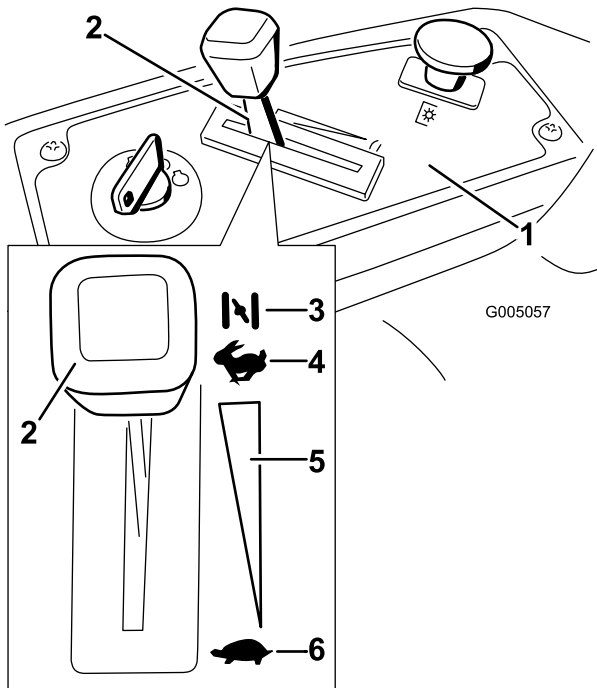

Bild 12
3. Stellen Sie den Gasbedienungshebel auf Choke (Bild 12), bevor Sie einen kalten Motor anlassen.
5. Schieben Sie den Gasbedienungshebel, sobald der Motor angesprungen ist, auf Schnell (Bild 12). Stellen Sie, wenn der Motor aussetzt oder unregelmäßig läuft, den Gasbedienungshebel für ein paar Sekunden wieder zurück auf Choke. Wiederholen Sie diesen Vorgang nach Bedarf.
3. Stellen Sie den Zündschlüssel auf „Aus“ (Bild 12) und ziehen Sie ihn ab.